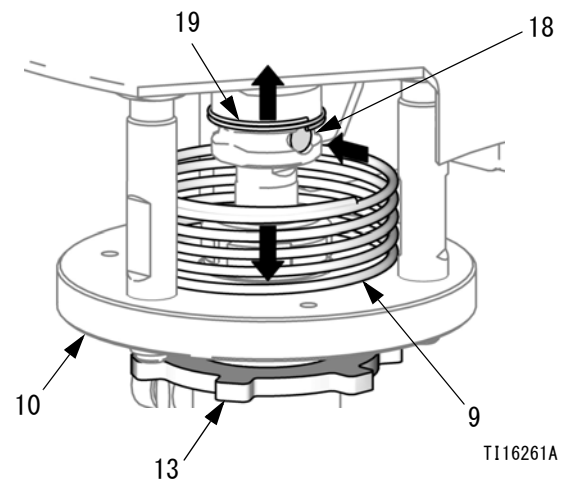

FIG. 6. 安全ネジと接続ピン
4. FIG. 6 を参照してください。安全スプリング (9) を下に押し、カップリングピン (18) に触れられるように押し続けます。ネジ回しやパンチを使用して、固定スプリング (19) を押し上げて、ピンを外側に押し広げます。
5. 差し込みナット (13) を緩めます。